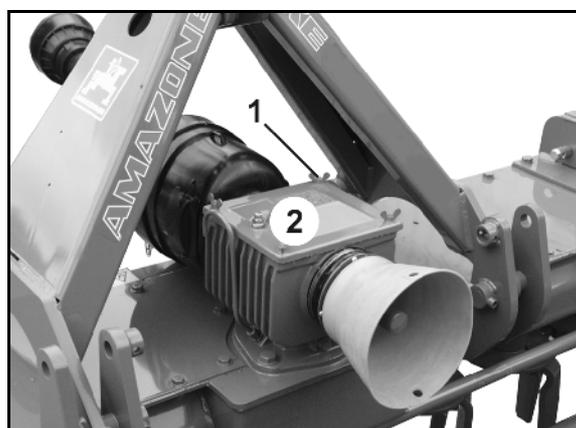

Fig. 50
4. Soltar as porcas de orelhas (Fig. 50/1) na tampa da caixa de velocidades (Fig. 50/2) e retirá-las.